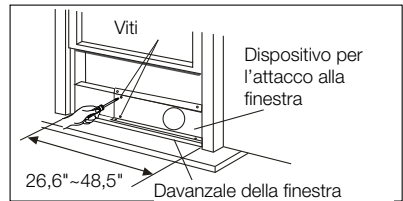
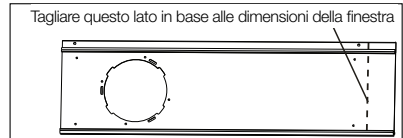
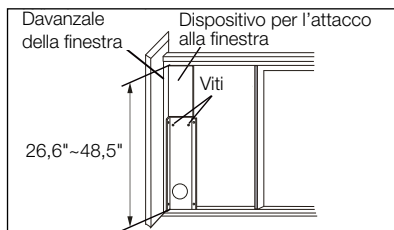

Fig. 13
Fig. 14
Fig. 19
2. Aprire il telaio scorrevole della finestra e appoggiare il dispositivo per l'attacco alla finestra sul davanzale (Fig. 13). Fissare il dispositivo per l'attacco alla finestra sul davanzale. Regolare la lunghezza del dispositivo per l'attacco alla finestra in base alla larghezza della finestra. Avvitare le due viti sul dispositivo per l'attacco alla finestra. Vedi Fig. 13. Tagliare il dispositivo per l'attacco alla finestra se la larghezza della finestra dovesse essere minore di 67,5 cm (Fig. 14).
2. Aprire il telaio scorrevole della finestra e appoggiare il dispositivo per l'attacco alla finestra sul davanzale. Vedi Fig. 19. Fissare il dispositivo per l'attacco alla finestra sul davanzale. Regolare la lunghezza del dispositivo per l'attacco alla finestra in base all'altezza della finestra. Avvitare le due viti sul dispositivo per l'attacco alla finestra. Vedi Fig. 19. Tagliare il dispositivo per l'attacco alla finestra se l'altezza della finestra dovesse essere minore di 67,5 cm (Fig. 14).